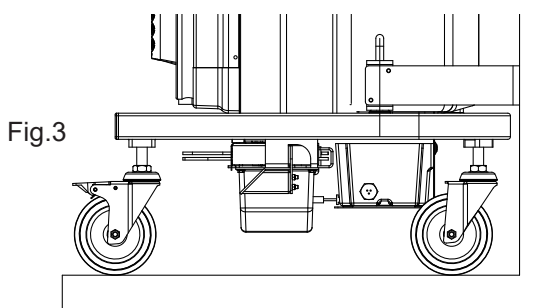

Fig.3
2. Laat de remmen van de wielen van de terminal los en stuur de wielen in de richting van afbeelding 3.
2. Repositionner la borne et bloquer les contre-écrous des roues de la borne. Mettre les roues de la borne en position freinée et orientée selon Figure 3.